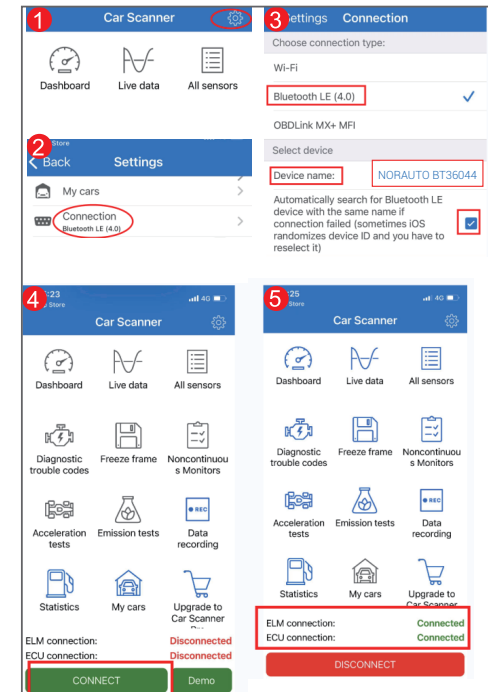

Figure 4
5. **Connexion aux appareils iOS** (voir Figure 4) :
5. **iOS-Geräte verbinden** (siehe Abbildung 4):